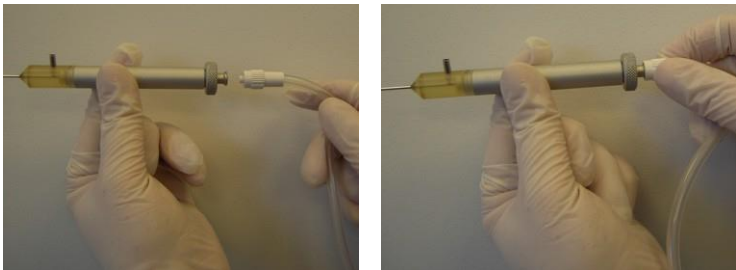

Figura 3-82. Conexión del extremo roscado del tubo de implante a la base de la pieza manual
6. Enrosque el extremo roscado del tubo de implante estéril a la base de la pieza manual, como se muestra en la Figura 3-82.